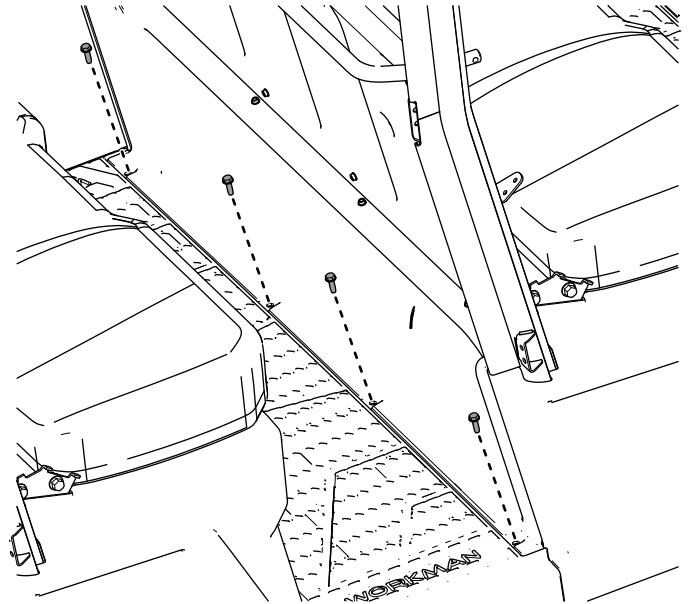

Figura 57
24. Sujete la parte inferior del panel de separación usando los 4 pernos de cabeza hexagonal con arandela prensada ($\frac{5}{16}$ " x 1") que se retiraron anteriormente, como se muestra en la **Figura 57**.